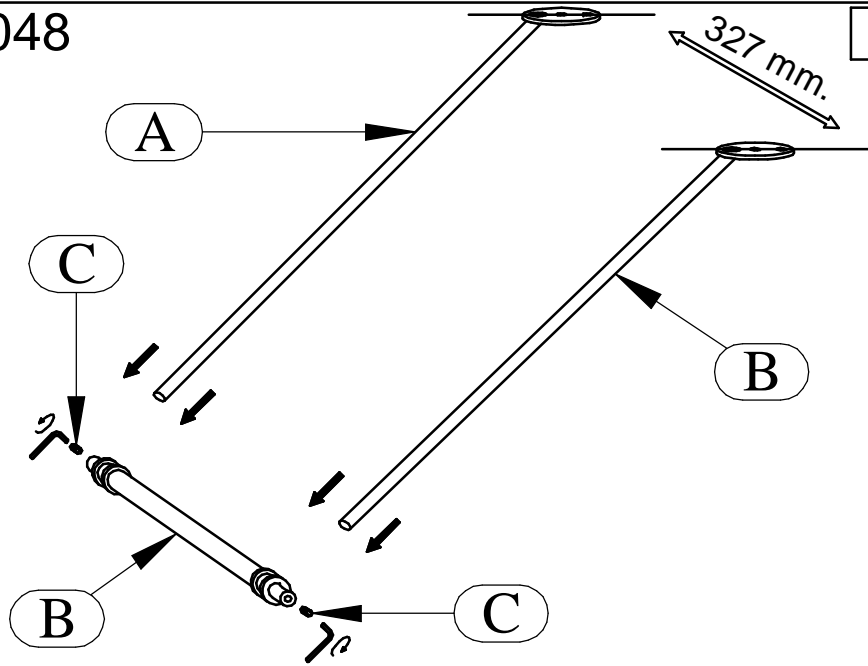

Fig. 1
Inserire le aste (A) sull'asta (B) e bloccarle tramite i grani (C) [Fig. 1].
Fissare i tiranti (D) seguendo le istruzioni riportate in "**Q1171 [Fig.1]**".
Insert the rods (A) on the rods (B) and lock them through the grab screws (C) [Fig. 1].
Fix the tie rods (D) following the instructions brought back in "**Q1171 [Fig.1]**".
Die Stangen (A) in den Querstab (B) einführen und mittels Imbuschrauben (C) befestigen [Fig. 1].
Die Wand-Spannteile (D) entsprechend der Gebrauchsanweisung: "**Q1171 [Fig.1]**" festmachen .
Passer les tiges (A) sur la tige (B) et les bloquer avec les pointeaux (C) [Fig. 1].
Fixer les tirants (D) après les instructions rapportées dans le "**Q1171 [Fig.1]**".
Insertar las astas (A) en la asta (B) y bloquearlas a través de los tornillos prisioneros (C) [Fig. 1].
Fijar los tirantes (D) siguiendo las instrucciones contenidas en "**Q1171 [Fig.1]**".